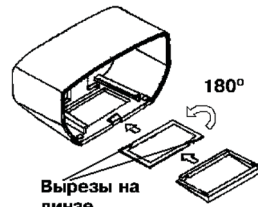

Рисунок 5
- **ВНИМАНИЕ!** Выдвинуть линзу, повернуть ее на 180° (рисунок 5), установить в крышку так, чтобы одинарный вырез был направлен внутрь корпуса, гладкая сторона линзы должна быть направлена наружу;